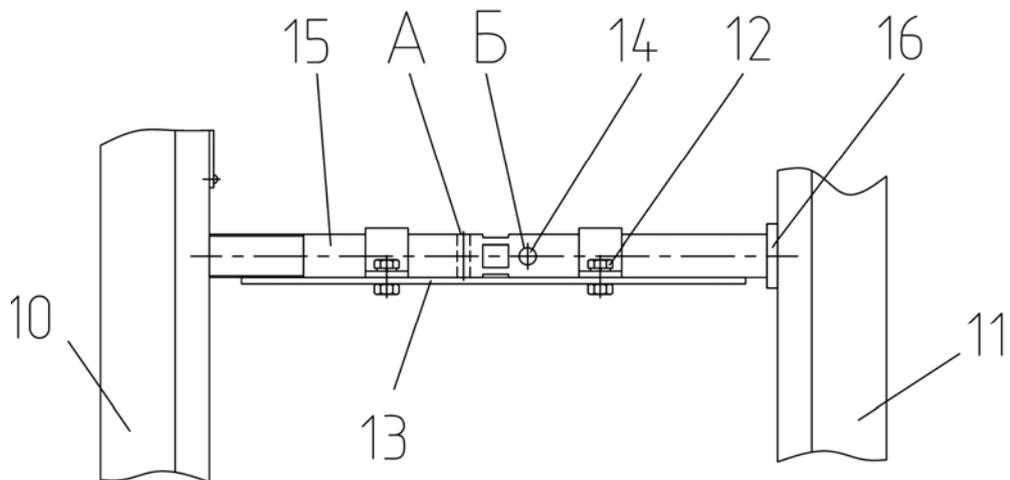

Рисунок 8.24
7) выбейте штифт (14) (рисунок 8.24), вверните стяжку (15) в левую направляющую (10) и, вытащив втулку (16), снимите стяжку (15) через отверстие в правой направляющей (11), предварительно вывернув её из левой направляющей;
8) выверните болты (16) (рисунки 8.21, 8.22) и, отвернув гайки (17) со шпилек (18), (19), (20), снимите направляющие.
2) при установке стяжки (15) (рисунок 8.24), вверните её в левую направляющую (10), и установив втулку (16), выверните до упора, буртом во втулку;